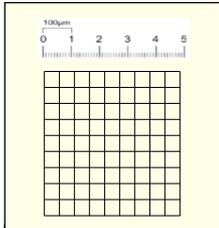

Figure 2. 接眼レンズ越しにみた接眼マイクロメーター(方眼)と対物マイクロメーターの略図。
2. 対物マイクロメーターを、“0”が接眼マイクロメーターの方眼の縁と完全に揃うようセットします。(Figure 2参照)。対物マイクロメーターの長い線同士の距離は、100 μmです。
3. 接眼マイクロメーターの方眼の一番左の端から一番右の端までの長さを計り、この数値を10(方眼の数、Figure 2を参照)で割って、1ボックス当たりの幅を計算します (= D)
例：Figure 2では、方眼の一番左の端から一番右の端までの長さは500 μmとなっています。従って、 $D = \frac{500 \mu m}{10} = 50 \mu m$